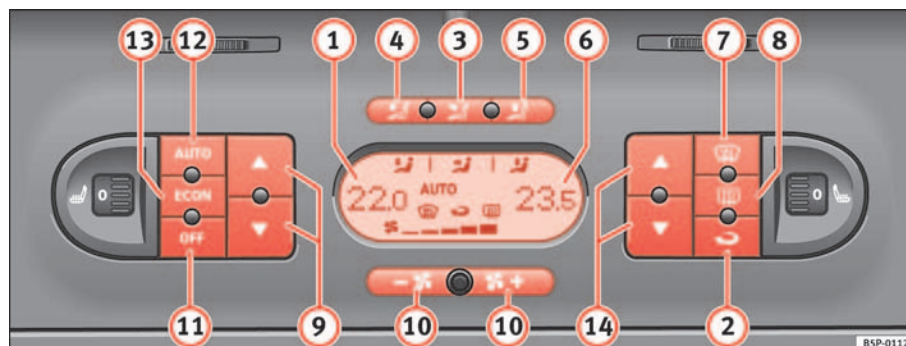

Fig. 127 Comandos do Climatic 2C no painel de instrumentos
- Para activar o modo manual, premir um dos botões ⇒ página 157, fig. 127 **3** ao **5**, o botão **ECON** ou premir um dos botões do ventilador **10**. O símbolo **AUTO** desaparece do visor.
- Premir o botão ⇒ **página 157, fig. 127 2**, para ligar e desligar o modo de recirculação do ar. Está ligada se no visor é apresentado o símbolo .